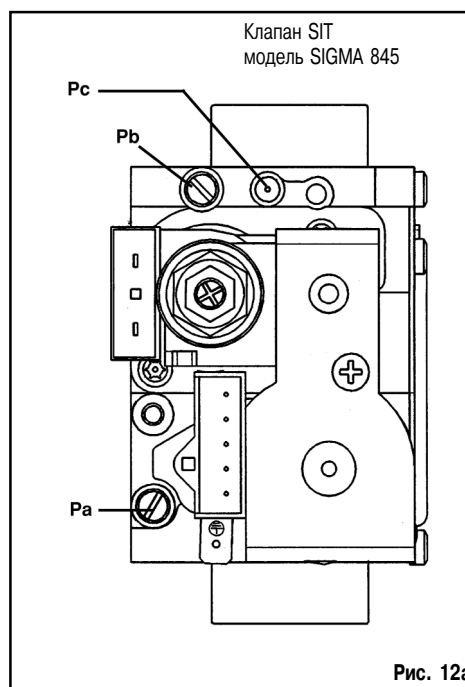

Рис. 12a
- подсоединить положительный вход дифференциального манометра, например, водяного, к точке замера давления Pb газового клапана (рис.12a). Для моделей 240 i/Fi используйте точку замера давления 3, расположенную на трубке подачи газа. Для моделей с закрытой камерой сгорания (...Fi) подсоедините отрицательный вход дифференциального манометра через тройниковый отвод к компенсационному выходу газового клапана Pc. (Аналогичные результаты измерений можно получить также при снятии передней панели закрытой камеры). Если вы измеряете давление на горелке другими способами, вы можете получить неправильные значения из-за того, что не учитывается разрежение, создаваемое вентилятором в закрытой камере сгорания.
- открыть газовый кран и установить переключатель режимов (1) в положение «зима» ❄️;
- проверить, что динамическое давление на входе в котел соответствует норме; динамическое давление измеряется в точке замера давления Pa газового клапана (рис. 12a). Номинальное динамическое давление составляет 30 мбар для бутана, 37 мбар для пропана и 20 мбар для природного газа (метана).